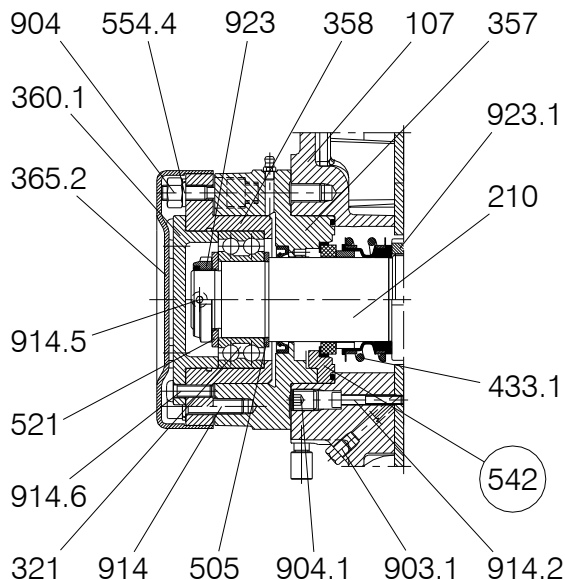

Fig. 7 – Lado opuesto al accionamiento
4.2 – MONTAJE DEL COJINETE LADO OPUESTO AL ACCIONAMIENTO (ver la fig. 7)